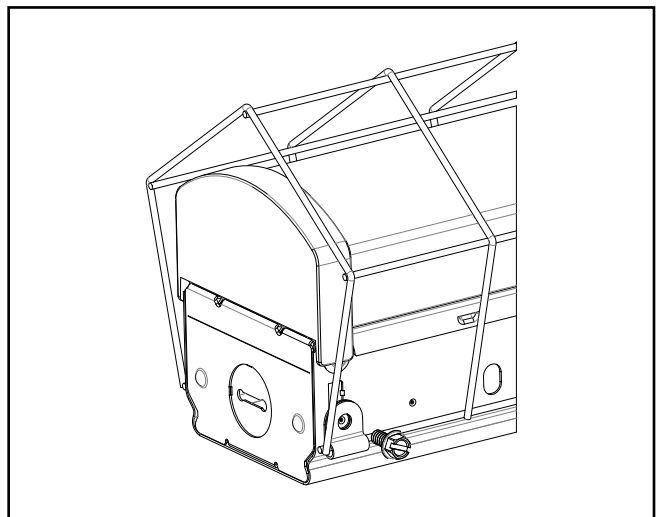

Figure 2.
- Placez le protège-fil contre la fixation et alignez les pinces sur les alvéoles du canal, puis enfoncez les vis autoperçuses incluses dans les alvéoles du canal pour fixer le protège-fil (Figure 2).